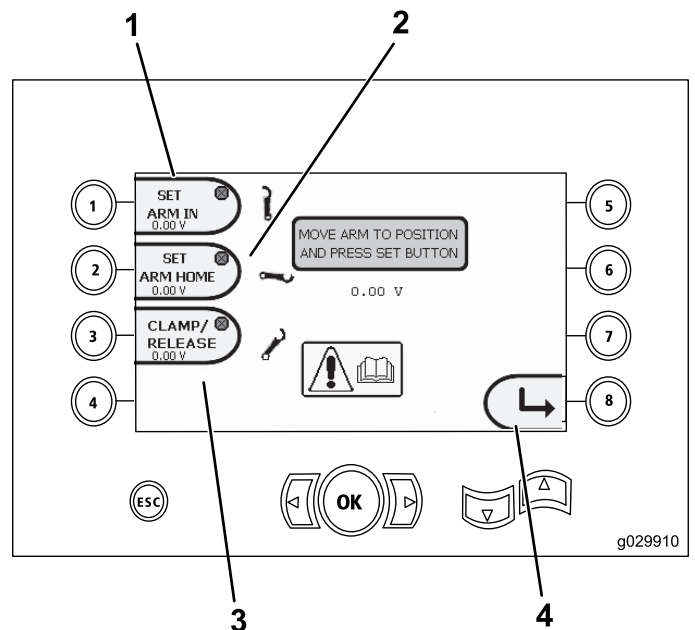

Bild 19
- Taste 1: Arm auf In-Position einstellen (Bild 19)
- Taste 2: Arm auf Home-Position einstellen (Bild 19)
- (Nur Softwareversion K und höher) Taste 3: Einspannen bzw. Loslassen (Bild 19)